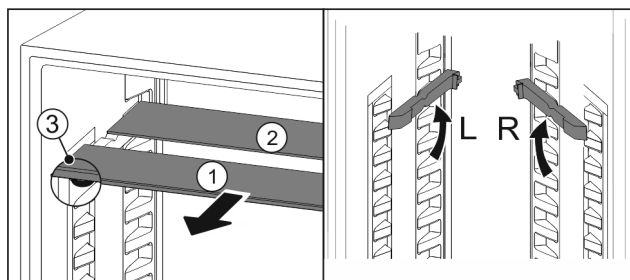

Fig. 163
- ▶ Vytiahnite sklené dosky jednotlivu dopredu Fig. 163 (1).
- ▶ Sklená doska Fig. 163 (1) s ozdobnou lištou leží vpredu.
- ▶ Zarážky Fig. 163 (3) ukazujú nadol.